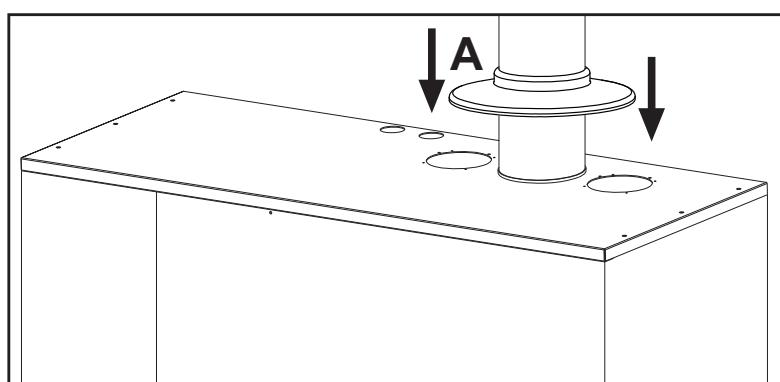

fig. 50 - Inserimento rosone
**IMPORTANTE:** In caso di installazione in armadio (Kit 016071X0) inserire sul condotto fumi l'apposito rosone (part. A - fig. 50) antipioggia. Assicurarsi che il rosone antipioggia sia bene appoggiato alla sommità superiore dell'involucro. Il montaggio incorretto del rosone può consentire l'infiltrazione di pioggia, con conseguente possibile deterioramento o danneggiamento della caldaia.